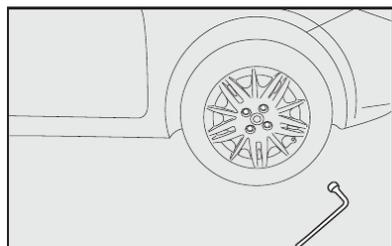

fig. 5
- Desapertar cerca de uma volta os parafusos de fixação da roda a ser substituída, fig. 5.